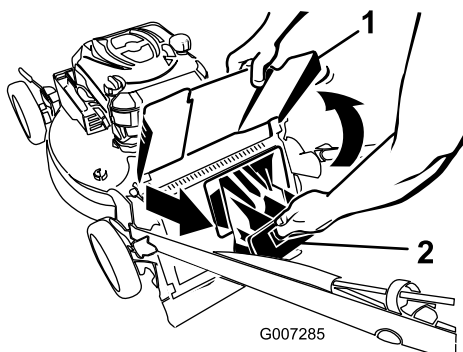

Figura 38
1. Levante y sujete el deflector de descarga (Figura 38).
2. Saque el tapón de descarga trasero (Figura 38).